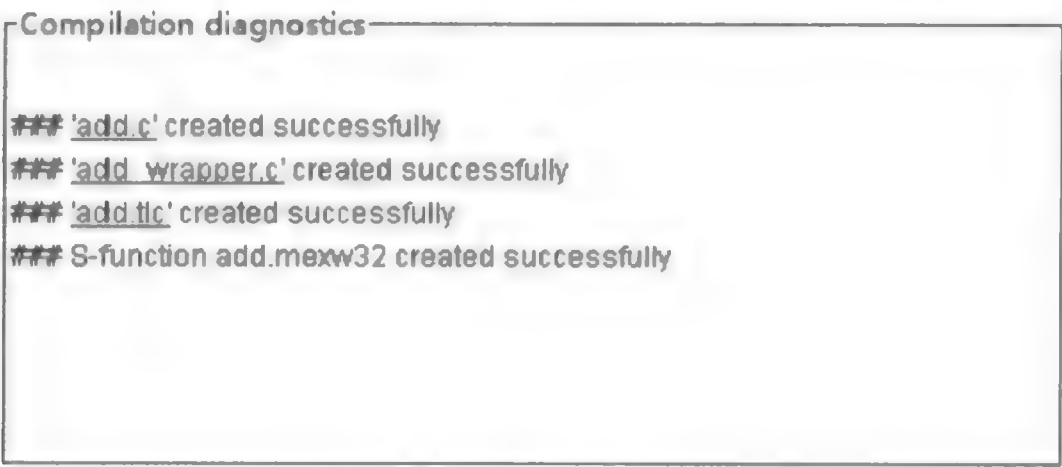

图 4.4.24 编译信息
(6) 单击对话框工具栏的 Build 按钮,编译信息窗口即显示完成信息,如图 4.4.24 所示。